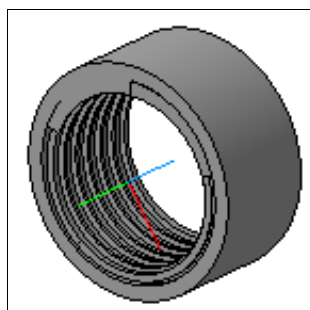

Рис. 23.13. Модель Гайка
- ♦ нажмите кнопку **Создать объект**. Спираль на объекте вырезана. У вас должно получиться, как на рис. 23.13. Далее вы можете достроить модель самостоятельно в соответствии со своей фантазией или создать новую — с наружной резьбой (см. модель Втулка резьбовая в папке Модели 3D к урокам на прилагаемом компакт-диске).